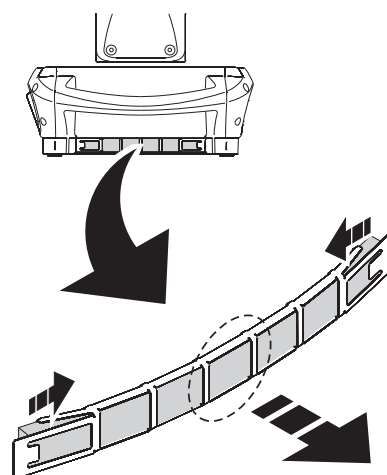

Figure 17: Filtres à air de la base
3. Voir Figure 17. Sur chaque côté de la base, compressez le porte filtre comme illustré ci-contre, puis tirez le porte filtre par le centre pour le dégager.